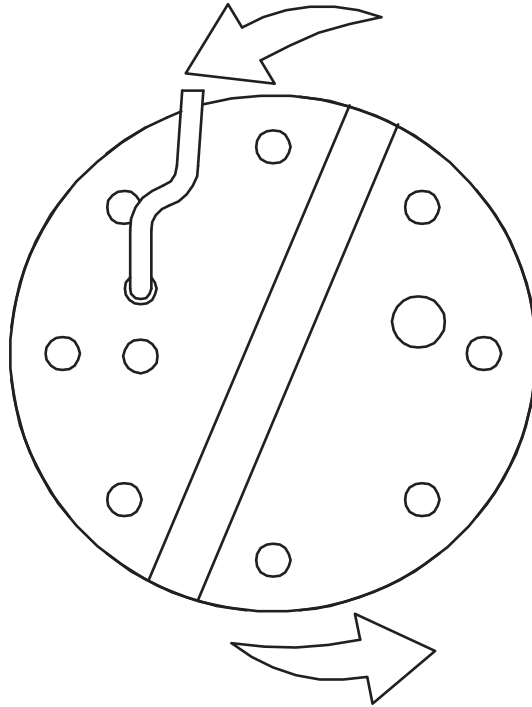

Fig. 2
3. Osservare attentamente il contraccollo all'avviamento, guardando l'elettropompa dall' alto. Se il senso di rotazione è giusto, la calotta superiore si muoverà in senso orario come indicano le frecce nel disegno (FIG.2).